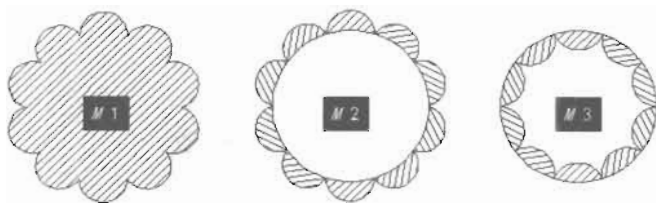

图 6-21
(1) 打开配套光盘中的“操作示例 6-5.dwg”文件,如图 6-21 所示,测量 3 个图形阴影部分的面积。